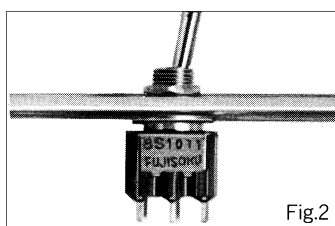

Fig.2
- (2) 取付パネルが厚い場合超小型シリーズには、スリーブの根元に座を設けてありますから1枚ナットでも取り付けができます。(但し、**8B**、**8Y**、**MTG**、**MPG**、**MPN**タイプは除く) (Fig.2)
(Fig.2)